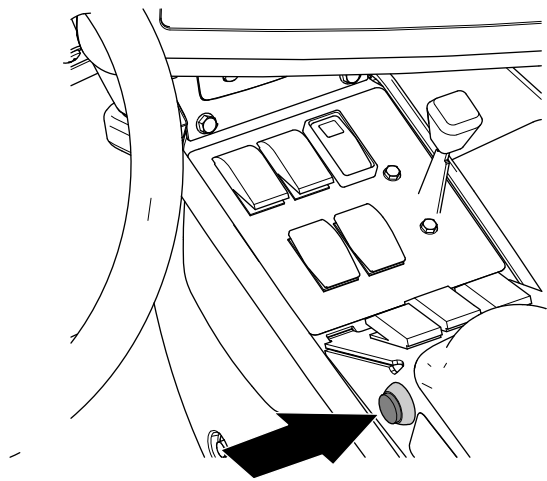

Figura 203
7. En la máquina, mueva el interruptor de sección maestro a la posición de ACTIVADO (Figura 203).